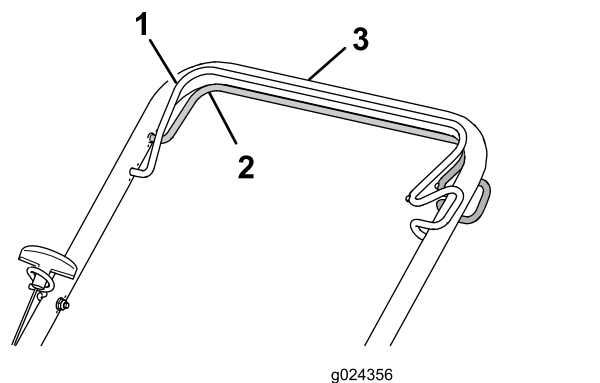

Figura 16
- **Pentru a cupla propulsia – automată:** trageți bara pentru propulsia automată către mâner i inei-o strâns (Figura 16).